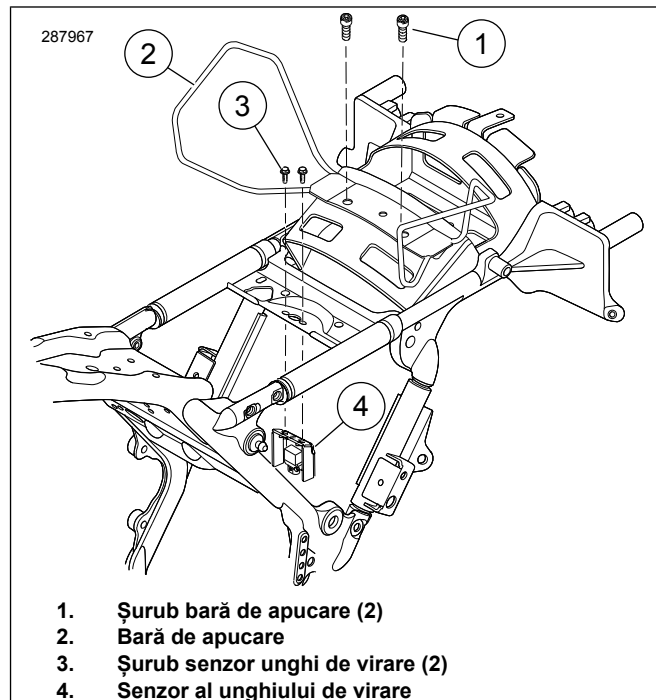

Figura 1. Eliminați șuruburile senzorului de unghi al băncii
5. **Dacă este echipat cu o bară de apucare:** Consultați Figura 1. Îndepărtați șuruburile barei de apucare (1) și aruncați-le.
7. **Modele 2009-2018:** Scoateți șuruburile (3) care rețin BAS al suportului (4).